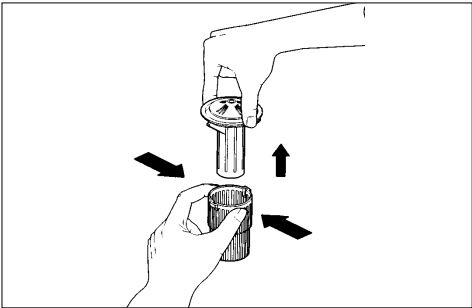

fig 12b
- Retirez la passoire (E) en pinçant le boîtier du filtre (voir fig. 12b). Retirez simultanément la passoire en la maintenant verticalement.
- Retirez d'abord l'arroseur inférieur avant d'enlever le filtre grossier synthétique (A).
- Ouvrez la douille (B) et retirez le filtre grossier (A).